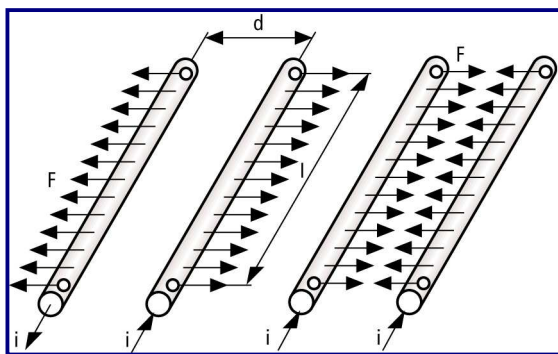

Bild 3: Elektrodynamische Beeinflussung
1. Stromdurchflossene Leiter üben aufeinander mechanische Kräfte aus (**Bild 3**), welche dazu führen können, dass nicht nur die Leiter sondern auch deren Klemmverbindungen unzulässig belastet werden. Daher sind die diesbezüglichen Herstellervorgaben zu beachten.